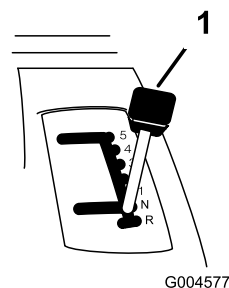

Figura 12
3. Portate il selettore della velocità di trazione in folle (N) (Figura 12).